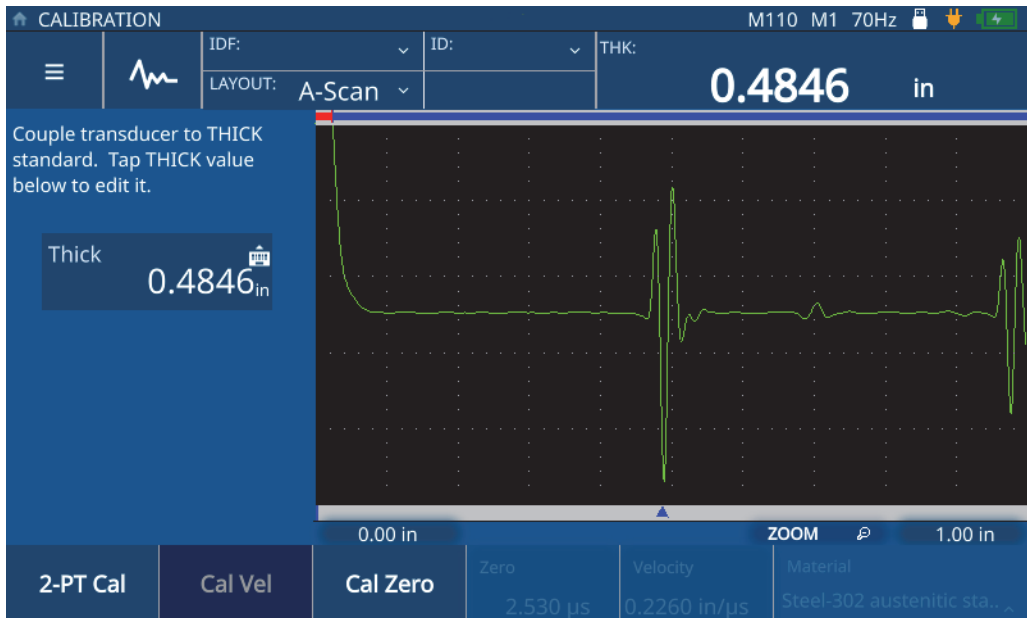

Figura 5-2 Taratura della velocità
4. Seguire le istruzioni di taratura visualizzate sulla schermata e accoppiare il trasduttore al campione con uno spessore massimo noto (vedi Figura 5-2 a pagina 45).